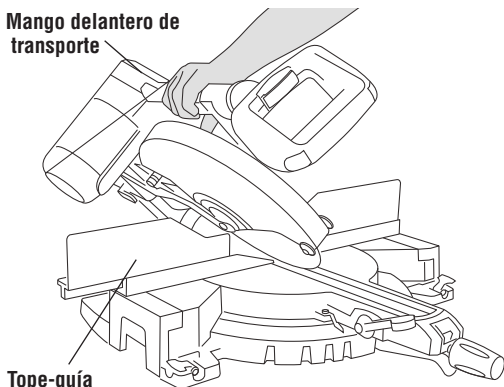

Figura 34.
- Sitúese en el lado derecho de la sierra, agarre el mango delantero de transporte con la mano derecha e incline el cabezal de la sierra ligeramente hacia la izquierda, a la vez que gira la perilla selectora de intervalo de biseles con la mano izquierda hasta "0-45° a la derecha" (Figura 34).
- Suba la palanca de fijación de bisel para soltar el cierre de bisel (Figura 34).
- Sitúese en el lado derecho de la sierra, agarre el mango delantero de transporte con la mano derecha e incline el cabezal de la sierra ligeramente hacia la izquierda, a la vez que gira la perilla selectora de intervalo de biseles con la mano izquierda hasta el "intervalo máximo" (Figura 34).